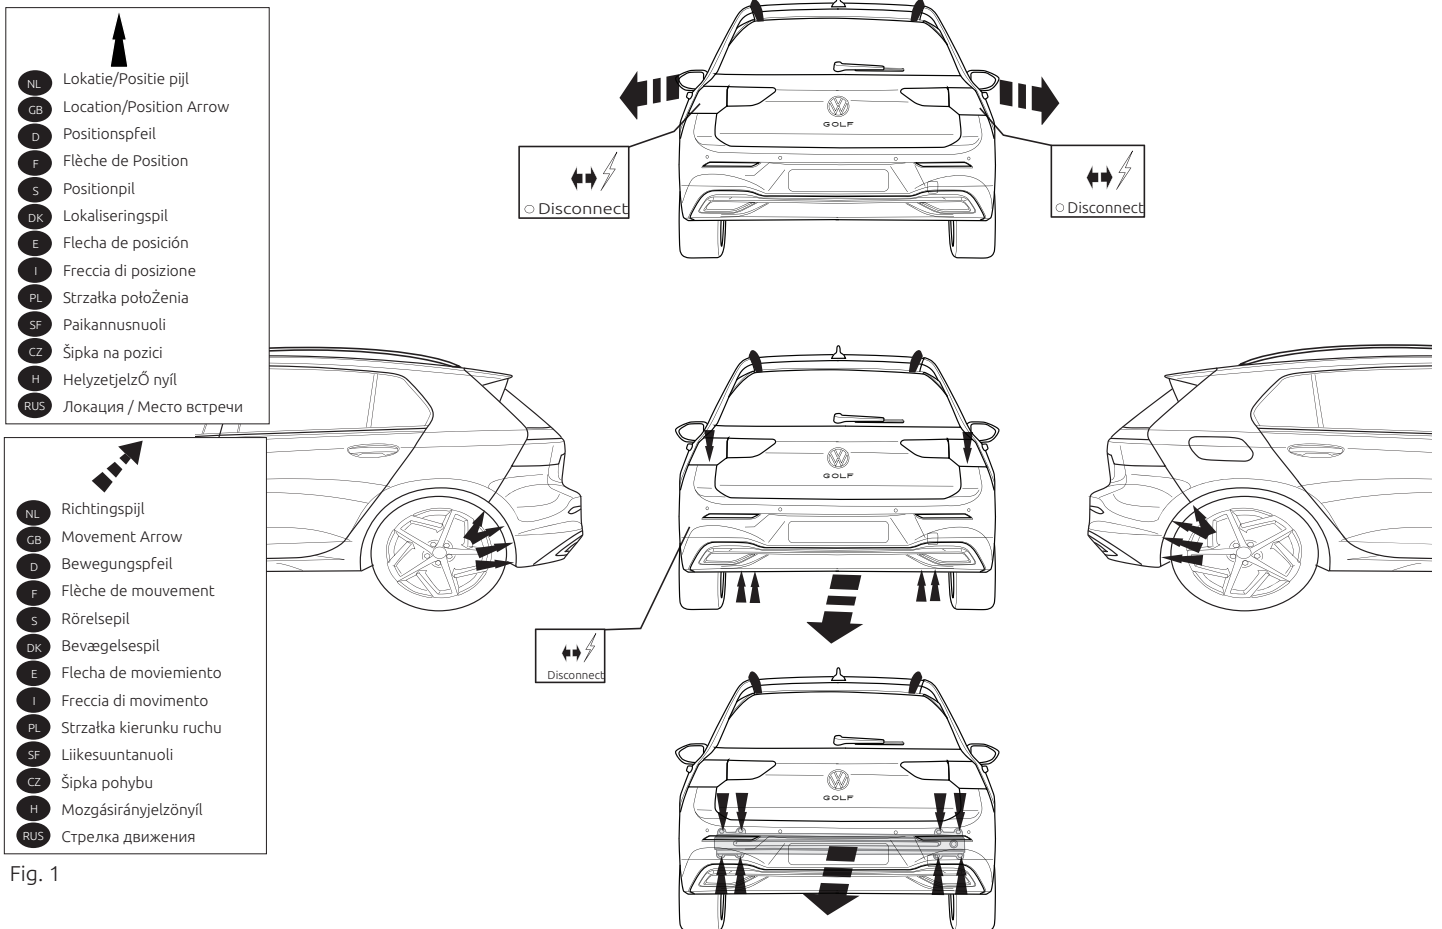

Fig. 1
3. Remove the bumper and the buffer beam from the vehicle. The buffer beam will no longer be needed. Replace the bolts. See figure 1.
3. Die Stoßstange einschließlich den Stoßbalken vom Fahrzeug abmontieren. Der Stoßbalken wird nicht mehr benötigt. Die Schrauben werden anbringen. Siehe Abbildung 1.
3. Déposer le pare-chocs du véhicule y compris la traverse; la traverse ne sera plus utilisée. Remettre les boulons de fixations en place. Voir la figure 1.
3. Demonter kofangeren, inklusive køretøjets stødbjelke. Denne bliver overflødig. Sæt boltene på plads igen. Se fig. 1.
3. Снять бампер вместе со буферным брусом автомобиля. Буферный брус больше не понадобится. Поставить болты на место. См. рисунок 1.